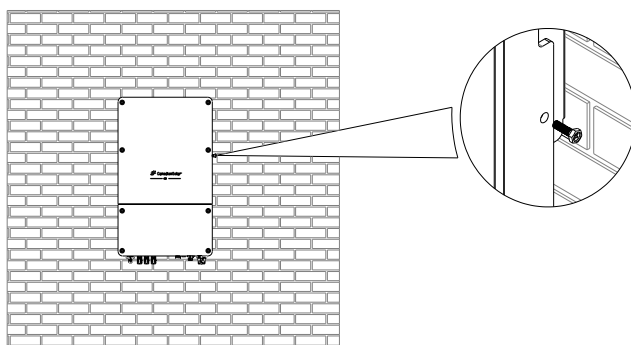

FIG. 6-10 Fixe os dois lados do inversor
2) Use dois parafusos de segurança para fixar os dois lados do inversor para garantir que o inversor seja fixado firmemente à parede, conforme FIG. 6-10.